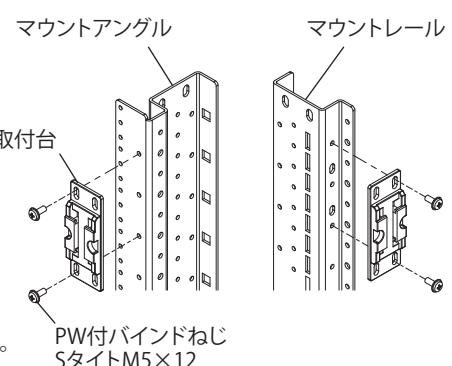

図 1
- 取付台を付属のPW付バインドねじSタイトM5×12にて、マウントアングル・マウントレールのねじ穴に締め付けてください。(図1、2)